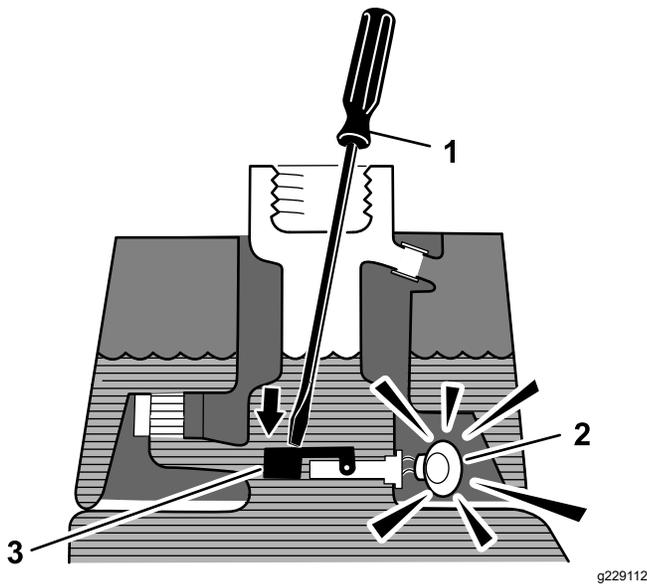

図 51
3. 汚れのついていない鉄の棒やねじ回しなどをタンクの首から差し込んで、フロートスイッチ 図 51 を押し下げる1 秒後にアラームがなれば正常。